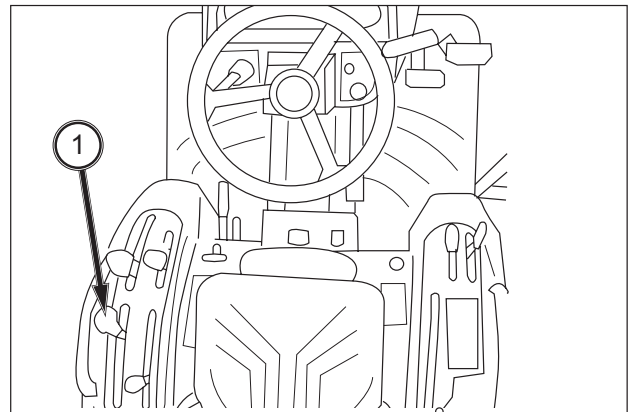

ABB. 71
**ABB. 71 und 72:** Das hydrostatische Getriebe ermöglicht eine stufenlose Änderung der Geschwindigkeit im Vorwärts- oder Rückwärtsgang.